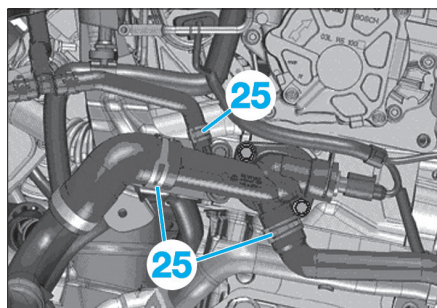

FIG. 153
- Déposer les colliers (25) puis débrancher les durites du boîtier d'eau (Fig.153).